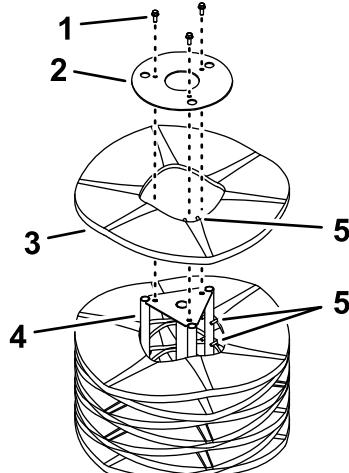

Figura 38
5. Apoie o conjunto do núcleo da vassoura numa extremidade de forma a que a placa do retentor da extremidade fique virada para cima (Figura 38).
6. Retire e guarde as ferragens da placa do retentor da extremidade (Figura 38).
8. Instale os novos segmentos sobrepondo as pontas de alinhamento do anel de metal como se mostra na Figura 38.